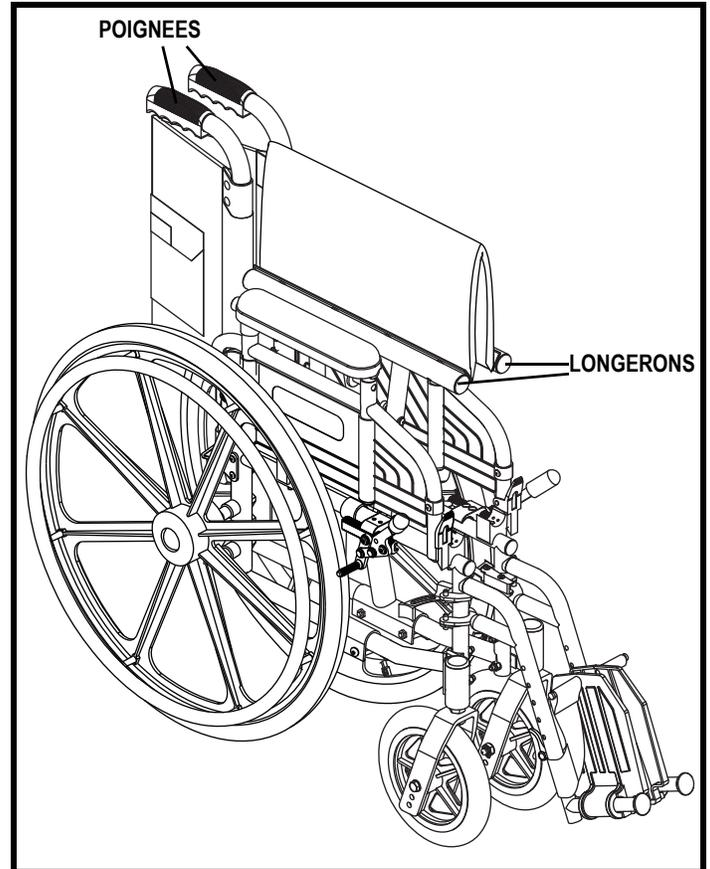

Figure 10. Points de manipulation
2. D'une seule main, attrapez les deux poignées et compressez-les ensemble. **Voir la figure 10.**